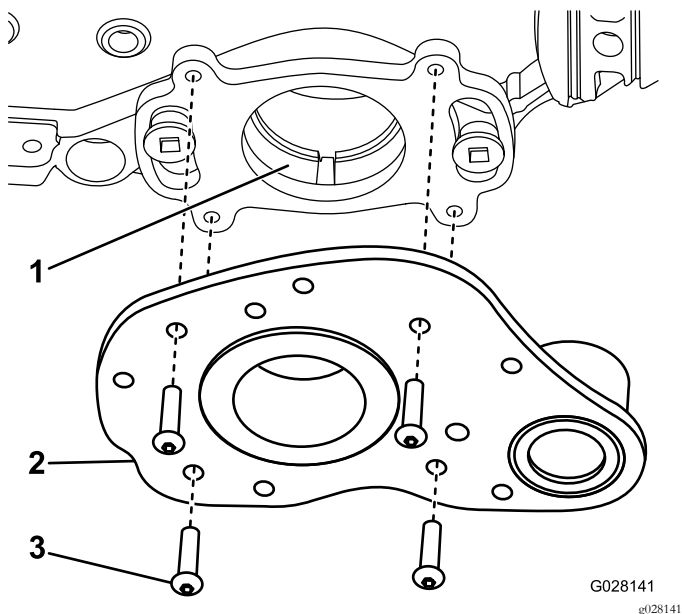

图9
2. 在 O 形圈和导向孔上涂抹一薄层润滑脂图9。
3. 使用 4 个螺丝将驱动组件固定至后安装板 (图9)。